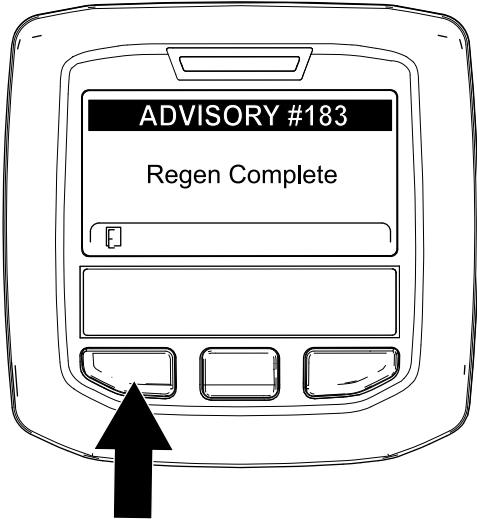

Figura 56
9. Quando il computer del motore completa una rigenerazione parcheggiata o una rigenerazione di recupero, l'InfoCenter visualizza il messaggio ADVISORY #183 (Figura 56). Premete il pulsante sinistro per uscire e tornare alla schermata Home.
Nota: Se la rigenerazione non viene completata, l'InfoCenter visualizza il messaggio Advisory #184 (Figura 56). Premete il pulsante sinistro per uscire e tornare alla schermata Home.